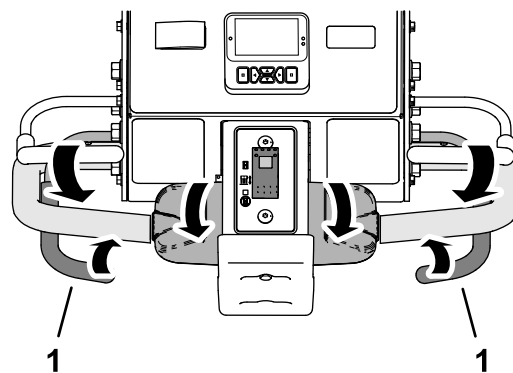

Figura 87
3. Aperte a pega de arejamento esquerda ou direita (Figura 87).